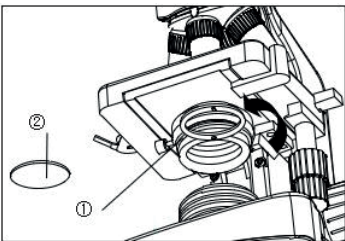

Fig.7
2.2.4 Instalación de los filtros de color (Fig.7)
1. Gire el soporte del condensador 1 hacia fuera en la dirección de la flecha en Fig.7